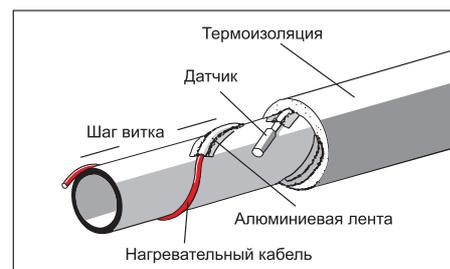

Рис. 4
3. Кабель спиралью оборачивают вокруг трубы. Рис. 4, 5